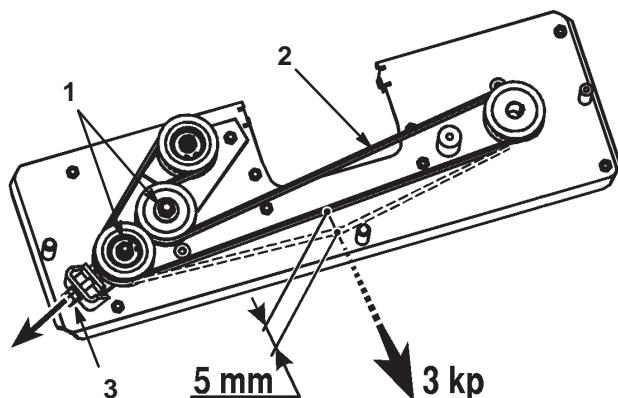

Figure 43
4. Desserrez les deux écrous hex. sur la poulie folle (Fig. 43).
5. Régalez l'écrou M10 jusqu'à ce que la courroie présente une flèche de 5 mm quand elle est soumise à une force de 3 kp (Fig. 43).